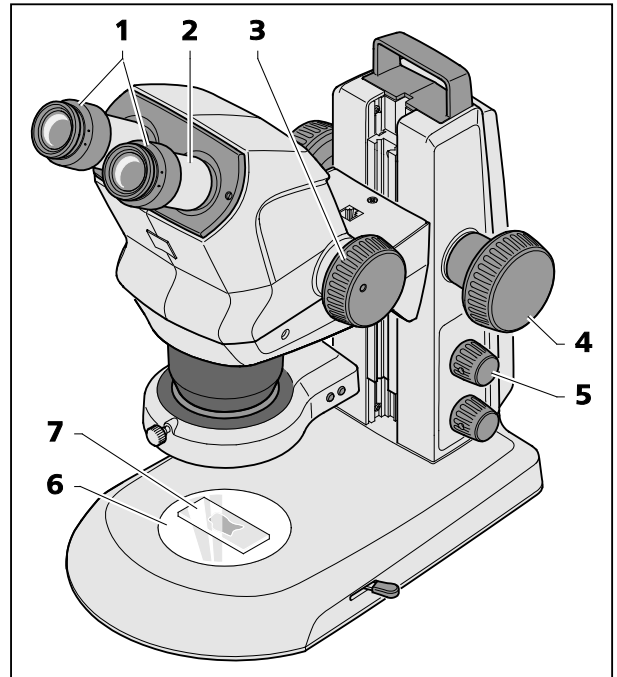

Bild 13 Stereomikroskop einstellen
- Objekt (Bild 13/7) mittig auf die Glas- oder Kunststoffplatte (Bild 13/6) auflegen und beleuchten (Bild 13/5).
- Dioptrienausgleich an den stellbaren Okularen (Bild 13/1) auf "0" stellen.
- Individuellen Augenabstand durch seitliches Verschieben der Okularstutzen (Bild 13/2) einstellen, bis beim Einblick in die Okulare mit beiden Augen nur **ein** beschnittfreier Lichtkreis (Objektfeld) zu sehen ist.
- Zoom (Bild 13/3) zuerst auf die kleinste Vergrößerung einstellen.
- Auf ein kleines markantes Detail in der Bildmitte des Objektes fokussieren (Bild 13/4).
- Maximalen Zoomwert einstellen (Bild 13/3). Durch die Vergrößerung wird das markante Detail wahrscheinlich wieder unscharf abgebildet und befindet sich nicht mehr in der Bildmitte.
- Objekt durch Fokussieren scharf stellen, dann das Detail durch Verschieben des Objektes erneut suchen und wieder exakt fokussieren (Bild 13/4).
- Danach wieder auf kleinsten Zoomwert stellen und ggf. vorhandene Bildunschärfen für jedes Auge getrennt durch Dioptrienausgleich **an den stellbaren Okularen** (nicht am Fokussierknopf, Bild 13/4) korrigieren (Augenfehlerkompensation).
- Drücken auf den Drehknopf (Bild 13/5) schaltet die Auflichtbeleuchtung ein- oder aus (Spot-Leuchte oder Doppelspot-Leuchte).